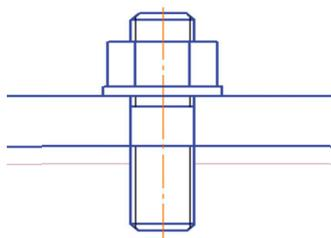

Рис. 5.15
• Аналогично болтовому соединению вставить шайбу и гайку в чертёж резьбового соединения шпилькой (рис. 5.15).